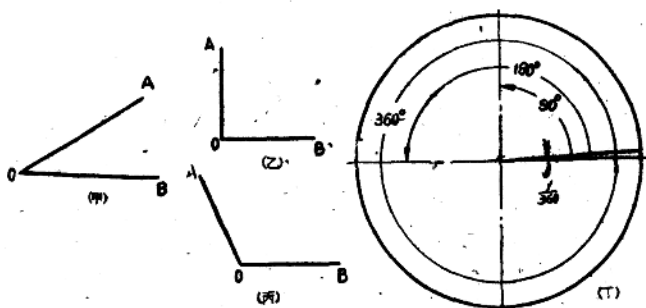

图 1
1. 如图 1 (甲)，从O点画OA和OB两根直线所得的形状，叫角。
2. 把整个圆圈分成 360 等分，每一个等分所成的角，如图 1 (丁) 的 $1/360$ ，叫一度。度是量角度大小的单位，并还可用来表示一根直线或一个面的歪斜程度。
3. 比90度小的角，如图 1 (甲) 通常叫锐角；等于90度的，如图 1 乙叫直角；大于90度的角，如图 1 (丙) 叫钝角。